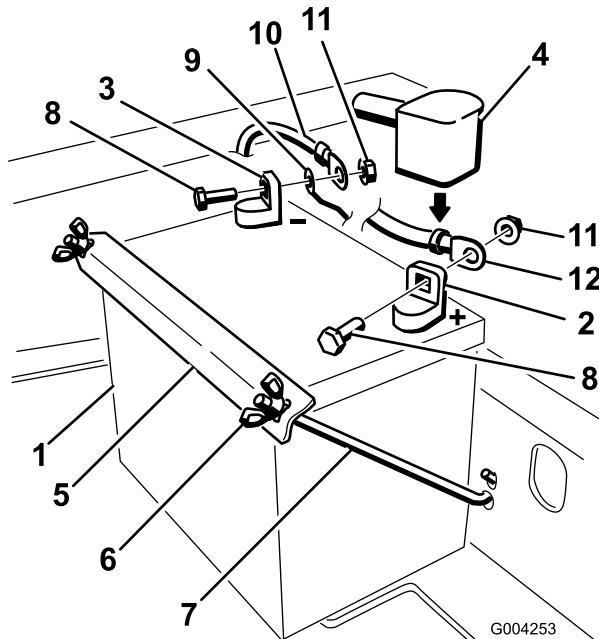

Figure 38
4. Commencez par débrancher le câble négatif et le câble de masse de la borne négative (-) de la batterie (Figure 38).
5. Ôtez le capuchon rouge de la borne positive (rouge) de la batterie. Débranchez ensuite le câble positif (rouge) de la batterie (Figure 38).
6. Retirez les deux écrous à oreilles (1/4 pouce) de fixation de la barrette de maintien de la batterie (Figure 38).
1. Placez la batterie dans son support en tournant les bornes vers le moteur (Figure 38).
- Fixez les câbles avec 2 boulons (1/4 x 3/4 po), 2 rondelles (1/4 pouce) et 2 contre-écrous (1/4 pouce) (Figure 38).
- Fixez la batterie en position avec des boulons en J, une barrette de maintien et 2 rondelles (1/4 pouce), ainsi que 2 écrous à oreilles ((1/4 pouce)) (Figure 38).